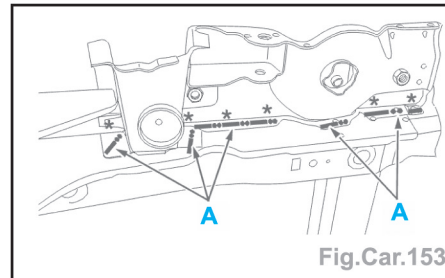

Fig.Car.153
- Découper par fraisage des points et par meulage des points (suivant A) (Fig.Car.153).